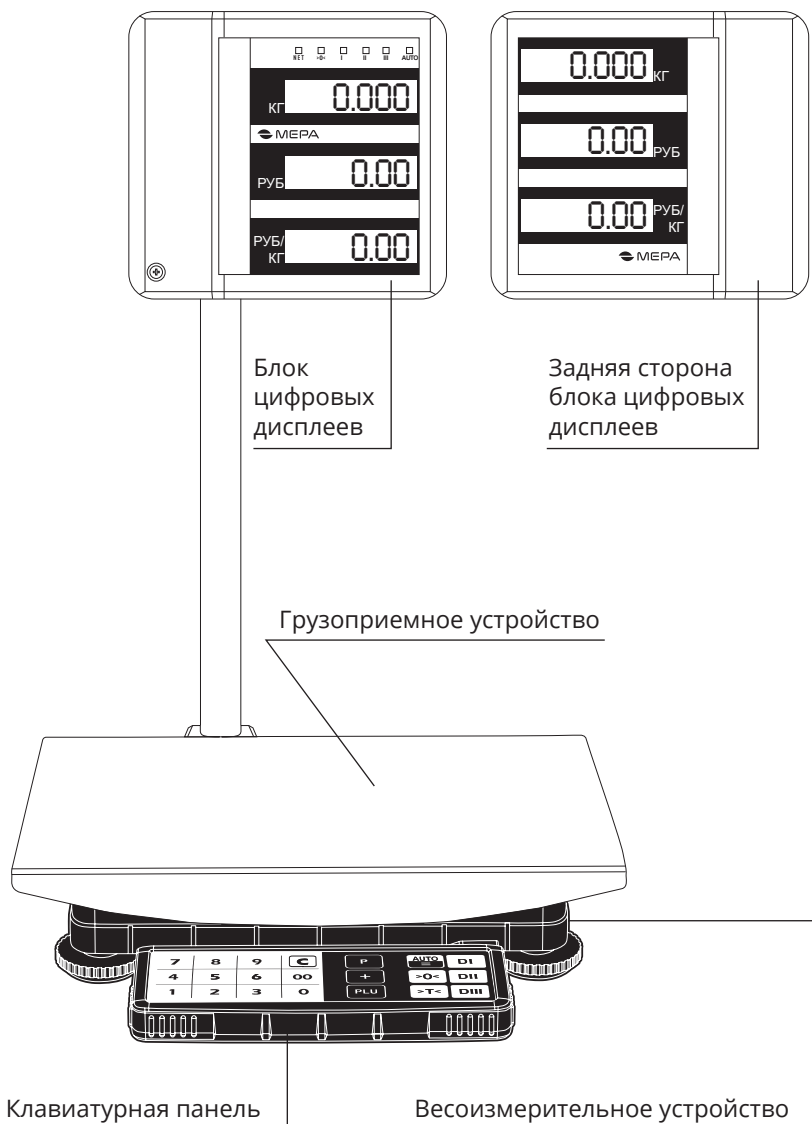

Рисунок 1 - Весы ПВм. Состав весов
3.1. Весы состоят из следующих составных частей (рисунок 1):